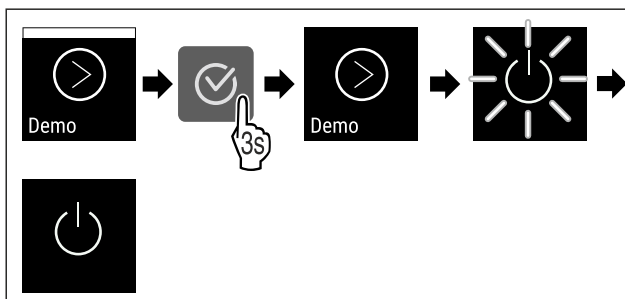

Fig. 92
- ▶ Végezze el a gyakorlati lépéseket (lásd Fig. 92) .